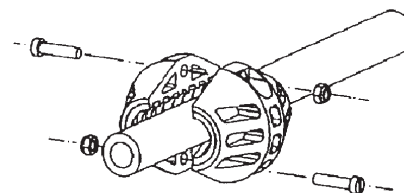

Fig. 7
- Remove the hose stop (fig. 7).
- Afloje y desmonte el tope de manguera (fig. 7).
- Desserrez et retirez la butée d'arrêt de flexible (fig. 7).